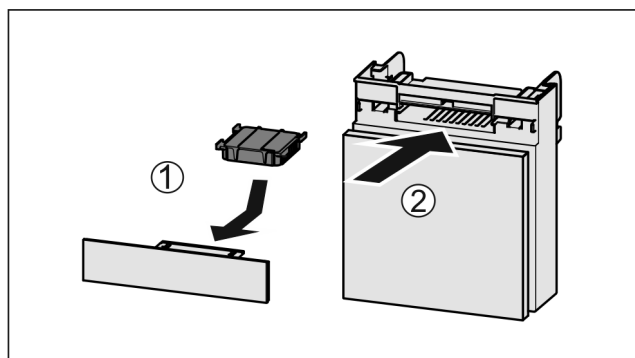

Fig. 223
- Aktivkohlefilter nach Abbildung einsetzen Fig. 223 (1).
- Fach einschieben Fig. 223 (2).